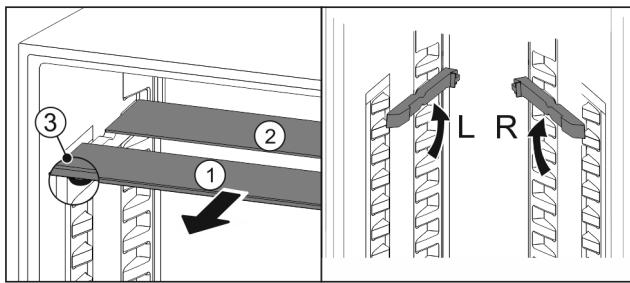

Fig. 25
- ▶ Издърпайте Fig. 25 (1) поотделно стъклените плохи напред.
- ▷ Стъклената плоча Fig. 25 (1) с декоративната лайстна е отпред.
- ▷ Ограничителите Fig. 25 (3) сочат надолу.